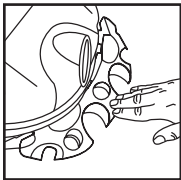

FIGURE 10
10. Appuyez vers le bas, au centre du porte-outils, jusqu'à ce que les onglets se bloquent contre la partie inférieure du couvercle. **FIGURE 10.**